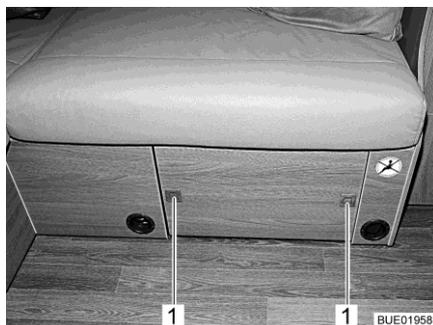

Bild 131 Couchtisch, verstaut
- Druckknöpfe (Bild 131,1) an der Sitzkassenblende drücken. Die Druckknöpfe springen heraus.
- Druckknöpfe (Bild 131,1) hineindrücken, bis sie einrasten.